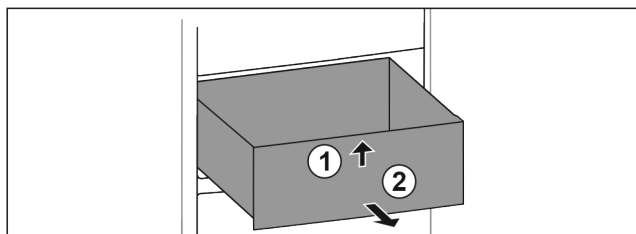

Fig. 75
- ▶ Ridicați sertarul în față. Fig. 75 (1)
- ▶ Extrageți sertarul spre înainte. Fig. 75 (2)